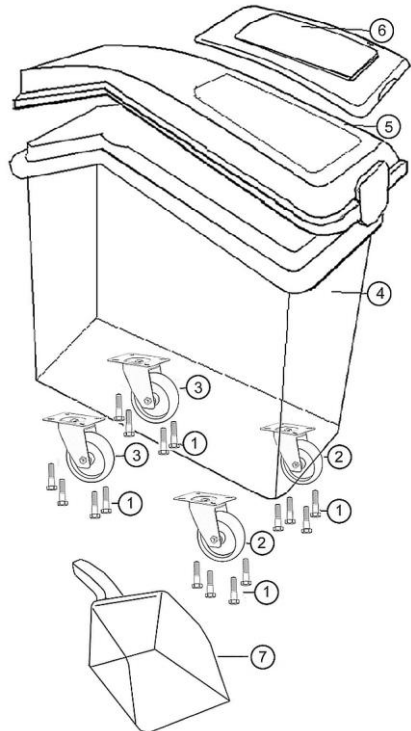
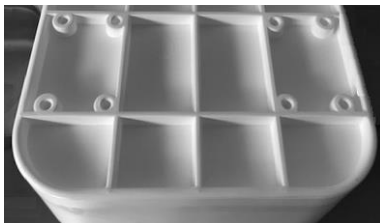

Fig. 1
Fig. 2
1. Skruva fast hålplattorna på de två fasta rullarna (2, fig. 1) i elementen som finns i den främre delen av behållarens botten (fig. 2) med hjälp av fyra skruvar med krysspår (1) vardera.
2. Skruva fast hållplattorna på de två svängbara rullarna (3) i de därtill avsedda elementen på baksidan av behållarens botten (fig. 2) med hjälp av fyra skruvar med krysspår (1) vardera.
4. Sätt på locket (5) på behållaren (4).